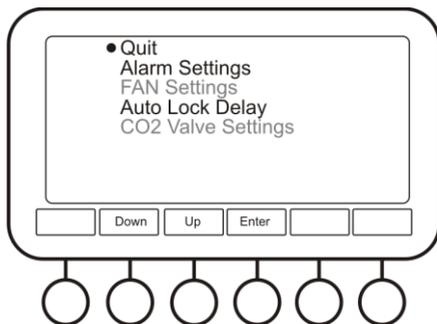

Рисунок 8. Меню настроек
- 5.9.3.2 **Настройки (Settings, рис. 8).** Пользователю доступны пункты **установка сигналов тревоги (Alarm Settings)** и **задержка блокировки кнопок (Auto Lock Delay)**.